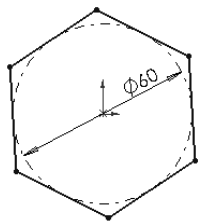

图 5-111 标注的草图 1
3) 标注尺寸。选择菜单栏中的“工具”→“标注尺寸”→“智能尺寸”命令，或者单击“草图”面板中的（智能尺寸）按钮，标注步骤2) 绘制草图的尺寸，结果如图5-111所示。